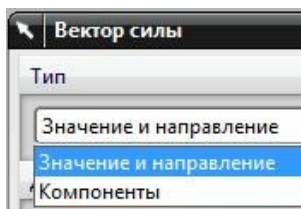

рис.49
•В верхней части диалогового окна, в поле *Тип*, нужно указать способ указания направления силы (рис.49). Мы всегда предпочитаем вариант *Значение и направление*. В противном случае (опция *Компоненты*) вам придется указывать направление применения силы, раскладывая его на составляющие по осям координат.